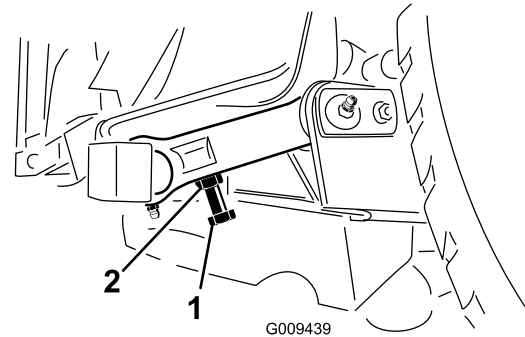

Figura 28
3. Per mettere a punto la distanza dovete accedere al bullone di regolazione, sull'attacco orientabile posteriore dell'apparato di taglio (Figura 28). Allentate